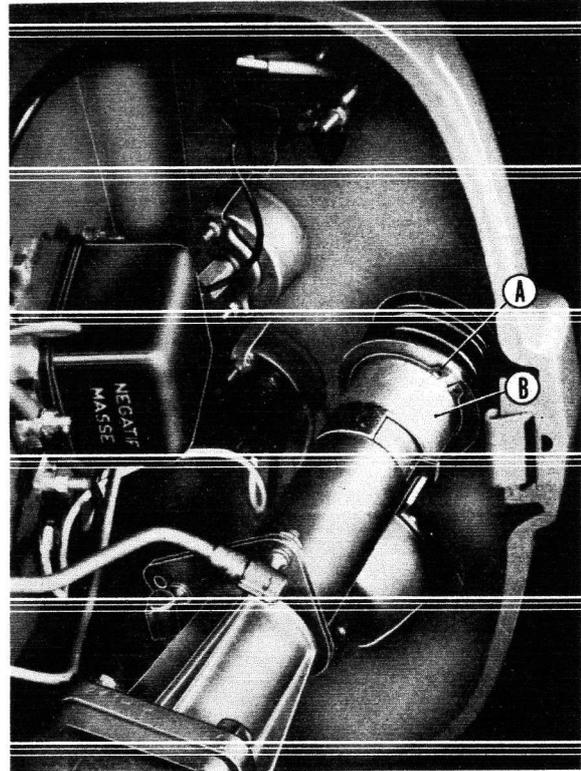

Fig. 4
- 2° Extraire le circlip de retenue du ressort du manchon de manette de régime (fig. 4-A).
- 3° Sortir du tableau de bord, la manette manchon de régime (fig. 4-B).